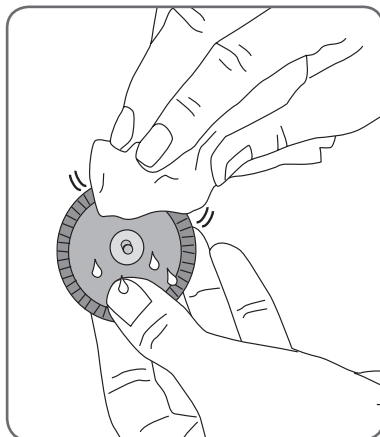

Figura 26: Cómo secar el lado del broche de los electrodos de tela.
5. Utilice un paño suave y limpie o seque con cuidado el exceso de agua del reverso (lado del broche) de los electrodos de tela. Vea la Figura 26.